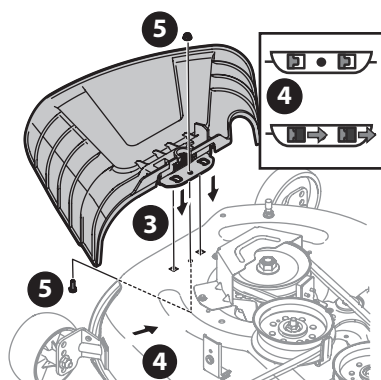

Fig. 10
3. Lorsque vous placez le déflecteur d'éjection sur le plateau de coupe, insérez les pattes du déflecteur d'éjection dans les trous du plateau de coupe (Fig. 10).
4. Glissez le déflecteur d'éjection vers l'arrière de l'appareil jusqu'à ce que le trou du boulon sur le déflecteur d'éjection s'aligne avec le trou du plateau de coupe (Fig. 10).
5. Fixez le déflecteur d'éjection avec l'écrou autobloquant à bride et le boulon hexagonal retirés à l'étape 2. Serrez-le à un couple de 12-14 N m (102-124 po-lb). Passez au sous-chapitre Réglage des roues du plateau de coupe (sur certains modèles) (Fig. 10).